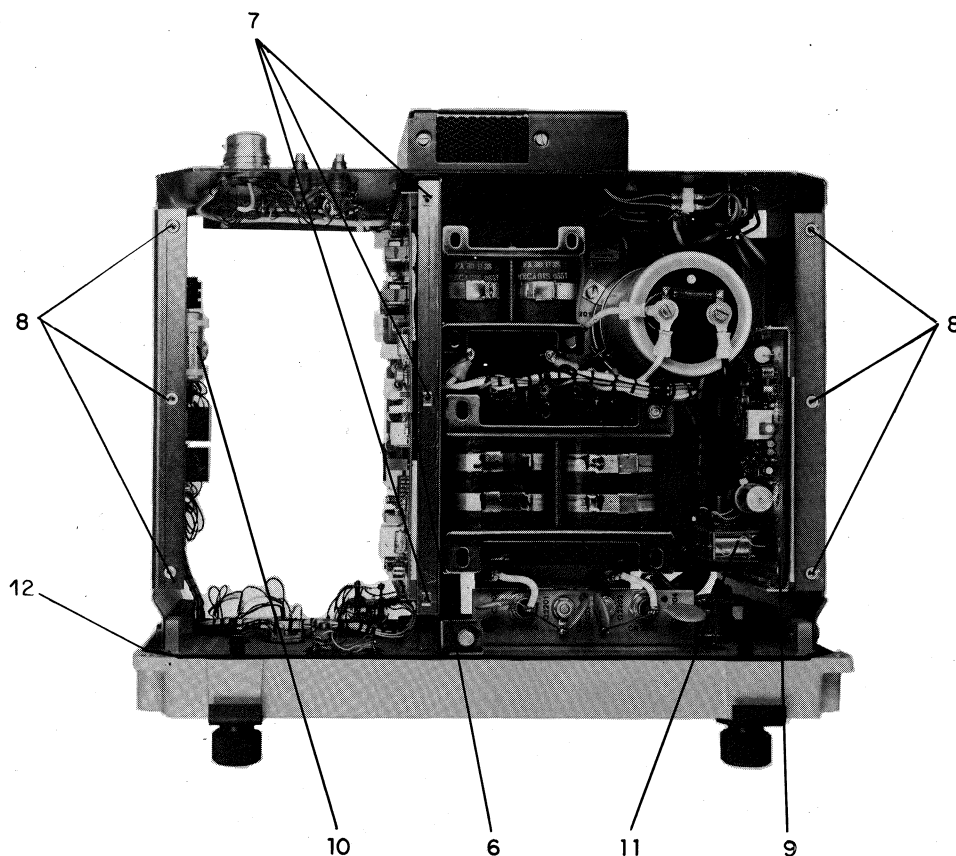

Fig. 2
2 - Dépose des cartes régulation secteur 2800 (Rep. 9), convert. télégraph. (Rep. 6) de la Fig. 2.
- Vérifier et remplacer si nécessaire le joint d'étanchéité (Rep.12 de la Fig. 2).